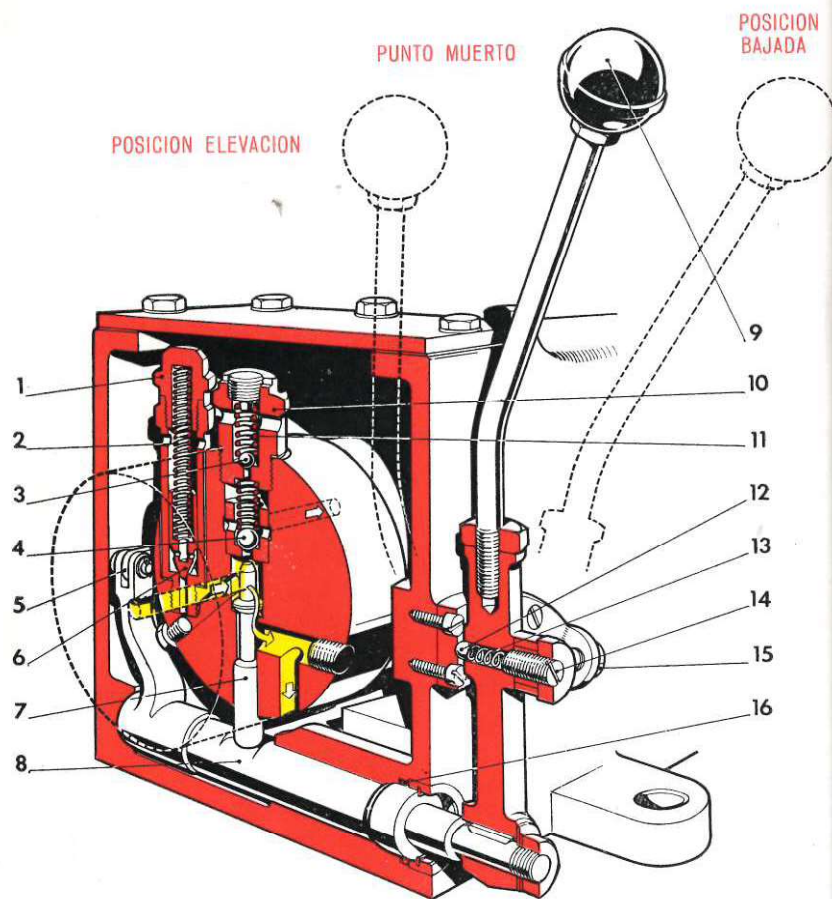

Fig. 3 - Sección transversal de elevador
automático (5) Fig. 3 con lo cual la leva (8) Fig. 3 se encuentra en la posición de la figura aguantando la válvula de paro (7) Fig. 3 en posición abierta y dejando que el aceite que proviene de la bomba vuelva al depósito según se indica con una flecha.
Si giramos la palanca (9) Fig. 3 unos 45º hasta notar un tope, la bola (12) fig. 3 que se aloja en su interior al introducirse por efecto de un muelle en la cavidad de la pieza (15) Fig. 5 retiene a la palanca en esta posición pudiendo por tanto soltar la misma.
En la posición en que se encuentra la leva ahora, permite que la válvula de paro (7) Fig. 3 se cierre interceptando el paso del aceite, que levanta por el aumento de presión que se experimenta, la válvula de retención (4) Fig. 3 y dejando paso hacia el cilindro (13) Fig. 5 empuja el émbolo (14) Fig. 5 que a su vez a través del vástago (17), palanca interna (20) y eje (28) eleva las palancas externas (24) Figura 5. En llegando el émbolo en su punto máximo empuja el tope (26) Figura 5 y a través del varillaje y palancas desaloja la bola de la palanca de mando de su alojamiento, y por efecto del resorte del disparo automático (27) Fig. 5 se coloca de nuevo en la 1.ª Posición central de Punto muerto. Sin esperar a que el émbolo empuje el tope del disparo automático podemos nosotros provocar el paro en cualquier posición en que se hallen las palancas ya bien soltando la palanca de control hacia su punto central con la mano o bien fijando los topes (16) Fig. 5 del disparo exterior en el punto que se desee, de la varilla (19) Fig. 5 se obtendrá un disparo automático siempre en el punto deseado.
La válvula de retención (4) Fig. 3 tiene por misión asegurar que al provocar el disparo y colocar de nuevo el circuito del aceite al retorno no retrocedan del punto en que las hayamos dejado.